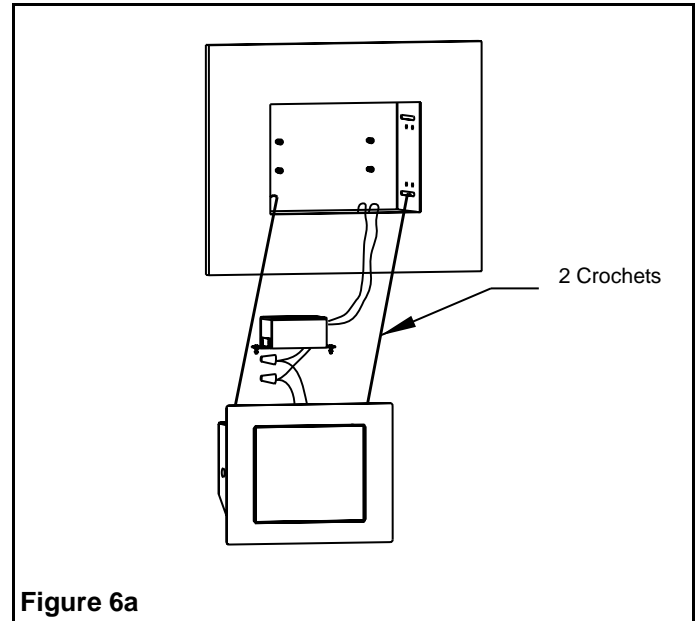

Figure 6a
4. Isolez les connexions avec des marrettes et installez-les dans la boîte de jonction (voir Figure 6a).